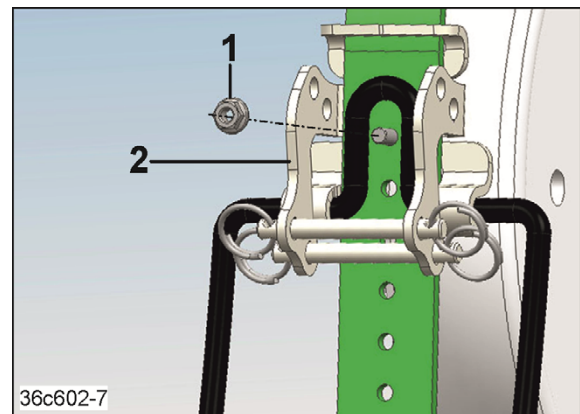

Fig. 184
2. Løsne den selvsikrende sekskantmutteren (Fig. 184/1) og skru tindeholderen (Fig. 184/2) fast igjen i den ønskede boringen til hullgruppen.